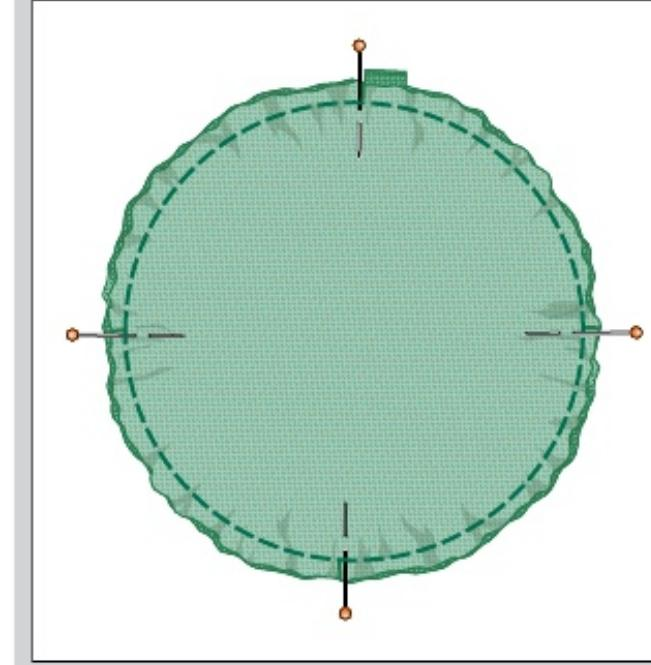

Рис. 110. Смётывание донышка с полотнищем сумки
3. Скалывают булавками полотнище сумки с донышком в четырёх точках так, чтобы середина шлёвки и боковой шов полотнища совпали. Остальные три насечки также должны совпадать. Смётывают срезы (рис. 110).